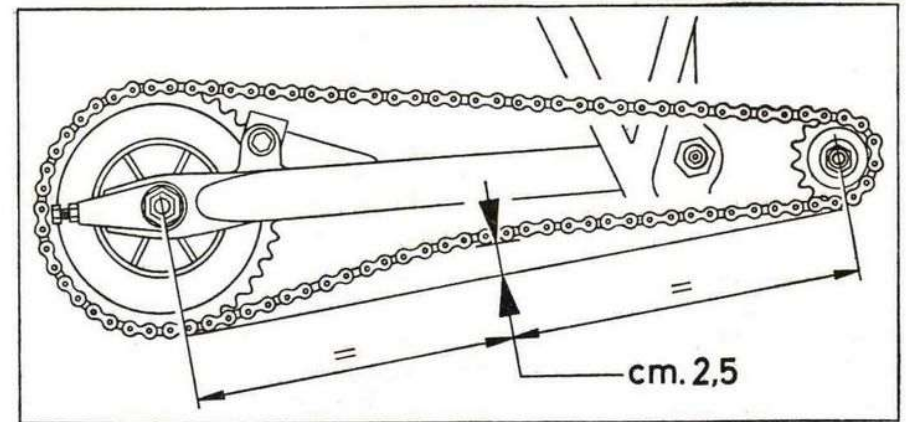

Fig. 4
- 3 - Con la motocicletta sul cavalletto controllare la tensione della catena, servendosi di un'asta appoggiata al di sotto della catena stessa (fig. 4). A controllo avvenuto verificare l'allineamento delle ruote.